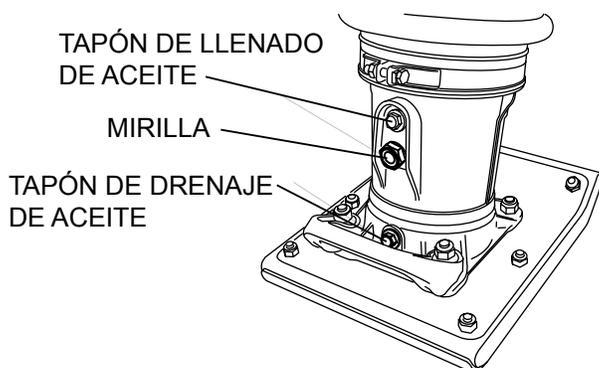

Figura 3. Mirilla del alojamiento de la zapata
5. Revise el nivel de aceite por la mirilla (Figura 3) en la parte trasera de la zapata del apisonador.
6. Si no se ve aceite, agregue aceite de motor 10W-30 SE, SF o de grado superior por la abertura del tapón de llenado de aceite (Figura 3). El baño contiene aproximadamente 0,8 pintas (0,4 litros)